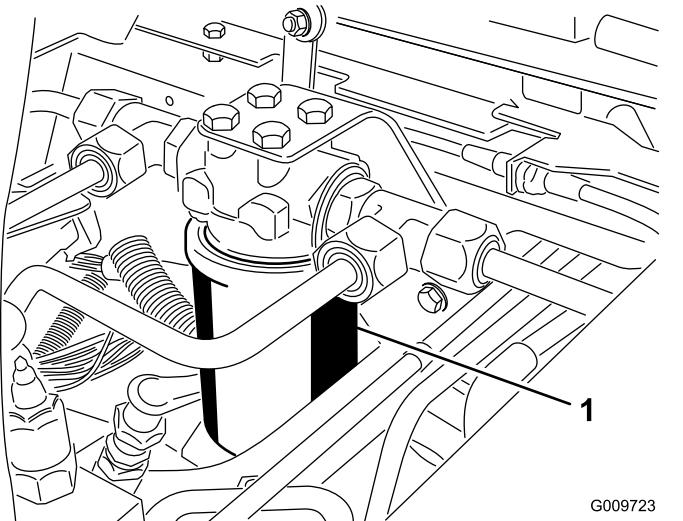
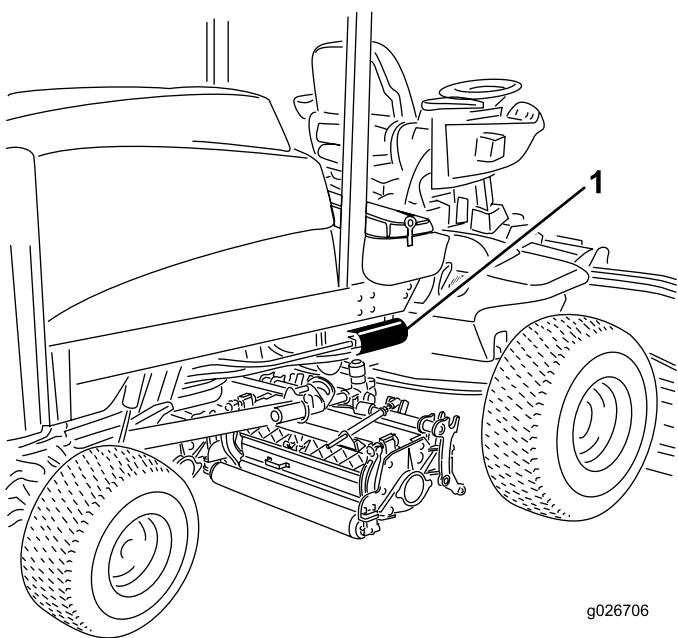

図 101
図 102
3. フィルタ図 101と図 102の取り付け部周辺をきれいにふき、下に廃油受けを用意し、フィルタを外す。